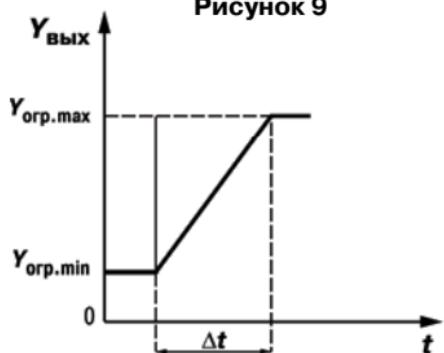

Рисунок 10
- скорости изменения $v_{\text{огр}} = \frac{Y_{\text{огр. max}} - Y_{\text{огр. min}}}{\Delta t}$ (рисунок 10), используемые для ограничения управляющего воздействия на объект.